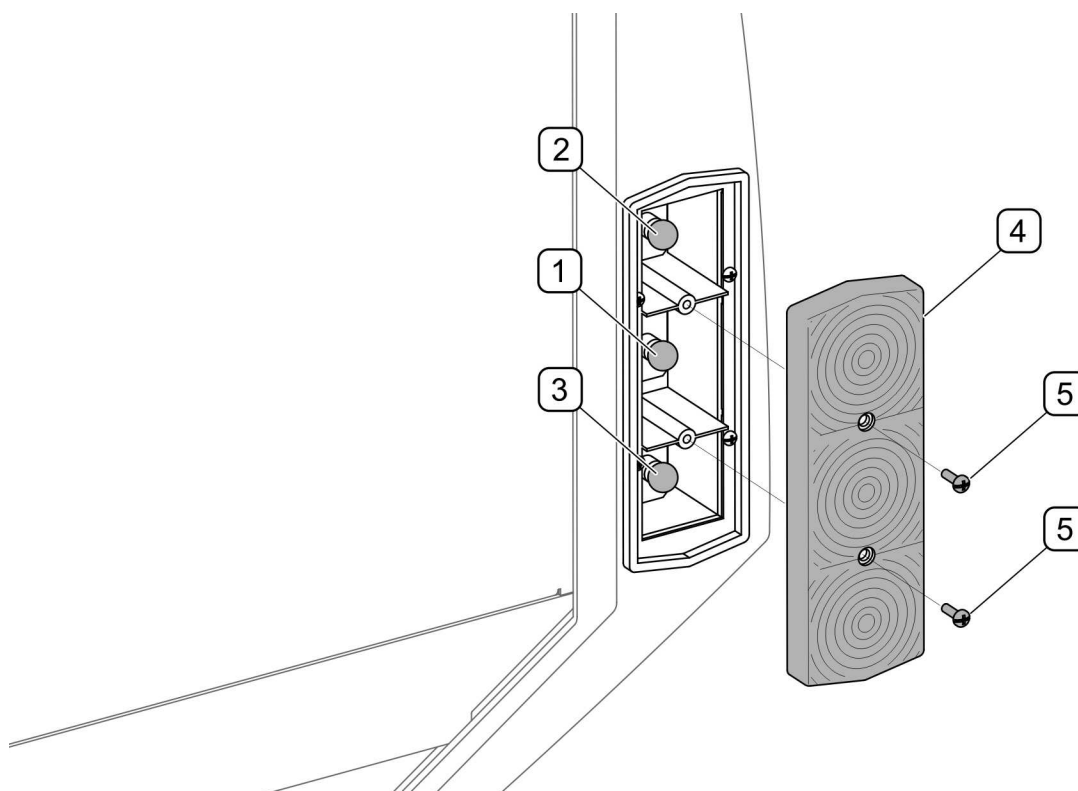

РИСУНОК 5.29 Заміна лампочок у фарі
Після підключення до 7-контактного гнізда трактора перевірити роботу освітлення. Якщо перегоріла лампочка, необхідно викрутити гвинти (5), що кріплять плафон (4), і замінити відповідну лампочку (РИСУНОК 5.29).